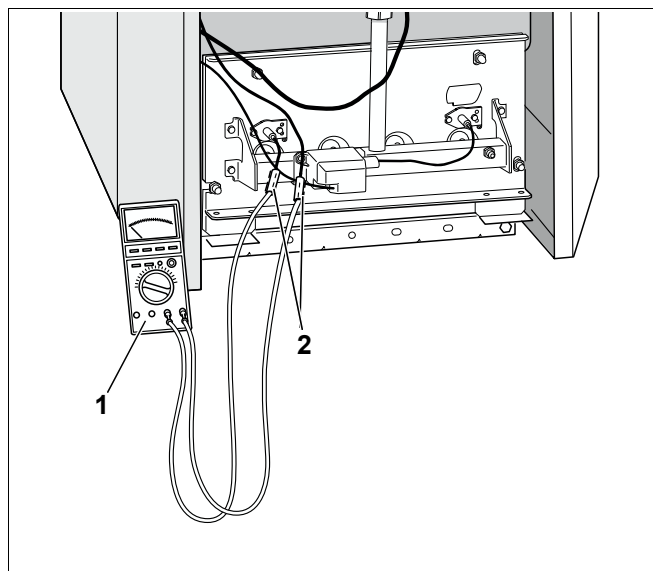

Рис. 33 Измерение тока ионизации
- Измерительный прибор (рис. 33, **поз. 1**) последовательно соединить с контактами снятого штекерного соединения контрольного кабеля (рис. 33, **поз. 2**).
- Выбрать на измерительном приборе (рис. 33, **поз. 1**) диапазон постоянного тока в мА.
- Восстановить штекерное соединение контрольного кабеля (рис. 33, стр. 50, **поз. 2**).